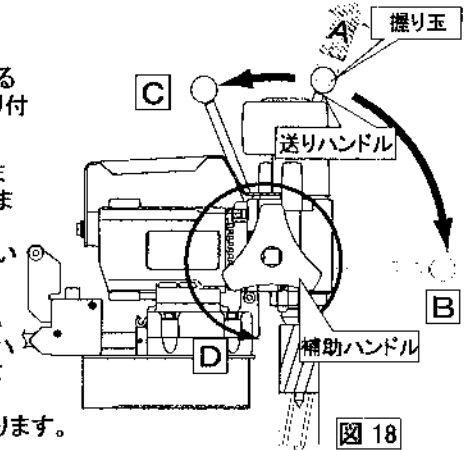

図18
- 30mm程度以上の鋼板に穴をあける場合、補助ハンドルを使用してください。(図18)
- (1)加工する前に、送りハンドルを取り付けている反対側のハンドルボスに補助ハンドルを取り付けます。(p6参照)
- (2)p10の操作手順の要領で穴あけをおこないますが、矢印Bの方向まで送りハンドルを下げましたら、p7の要領でハンドルの角度をCの方向まで戻し、穴あけを行う繰り返し作業を行います。
- (3)深穴の穴明け作業が終わりましたら、送りハンドルの握り玉をAの方向に持ち上げ、送りハンドルを自由回転状態にし、その状態のまま補助ハンドルを矢印Dの方向に回転させてください。刃先が上昇位置まで速やかに上がります。